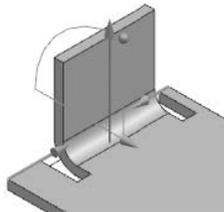

图 5.13 从两端
- 从两端 选项: 在线性边的中心位置放置弯边,然后利用距离 1 和距离 2 设置弯边的宽度,如图 5.13 所示。